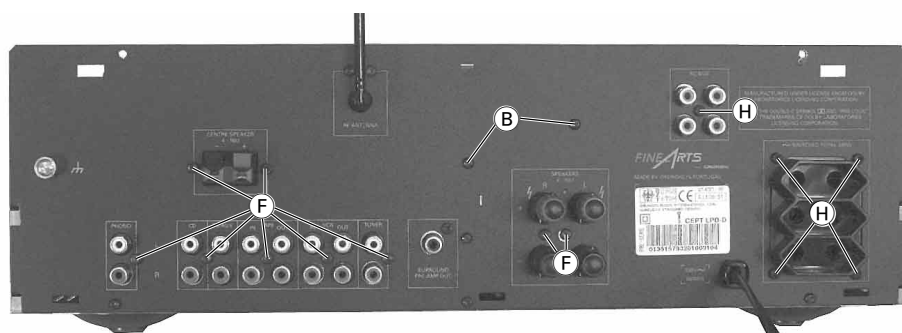

Fig. 2
- 2 Schrauben (B) herausschrauben (Fig. 2).
- Undo 2 screws (B) (Fig. 2).
- 9 Schrauben ⑥ herausschrauben (Fig. 2).
- 5 Schrauben ⑧ herausschrauben (Fig. 2).
- Undo 9 screws ⑥ (Fig. 2).
- Undo 5 screws ⑧ (Fig. 2).